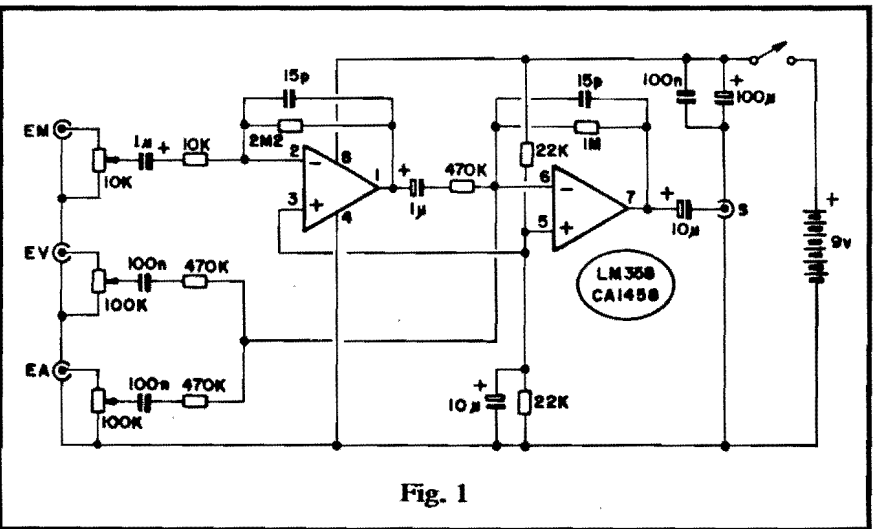

Fig. 1
- **FIG. 1** - Diagrama esquemático do circuito do **MIX-AV**. O "coração" do projeto é um Circuito Integrado de fácil aquisição, contendo **dois** Amplificadores Operacionais de uso amplo, podendo ser utilizado o código **CA1458**, **uA1458**, **LM358** ou outros equivalentes... Como optamos (por praticidade e economia) pelo uso de bateria única (9V) na alimentação, para um perfeito dimensionamento das curvas de funcionamento dos blocos amplificadores, provemos o circuito com uma "tomada" de **meia tensão**, realizada a partir de dois resistores "empilhados", de 22K (ponto central desacoplado pelo capacitor de 10µ), que polarizam as entradas **não inversoras** (pino 3 e 5) do Integrado. Um dos blocos amplificadores (delimitado pelos pinos 1-2-3) do Integrado, é usado como pré-amplificador específico para a **entrada de microfone** (EM). Esta, após ter seu nível pré-dimensionado pelo potenciômetro de 10K, encaminha-o (via capacitor de 1µ) à **entrada inversora** do Amp. Op. (pino 2) através do resistor de 10K. Um resistor de valor elevado (2M2) realimenta a entrada (pino 2) a partir da saída do bloco (pino 1), assegurando um ganho **muito** elevado, determinado matematicamente pela relação dos valores do resistor de realimentação e de entrada (2200000/10000, ou seja: um ganho de 220...). Em paralelo com o resistor de realimentação, um capacitor de baixo valor (15p) promove violenta atenuação no ga-